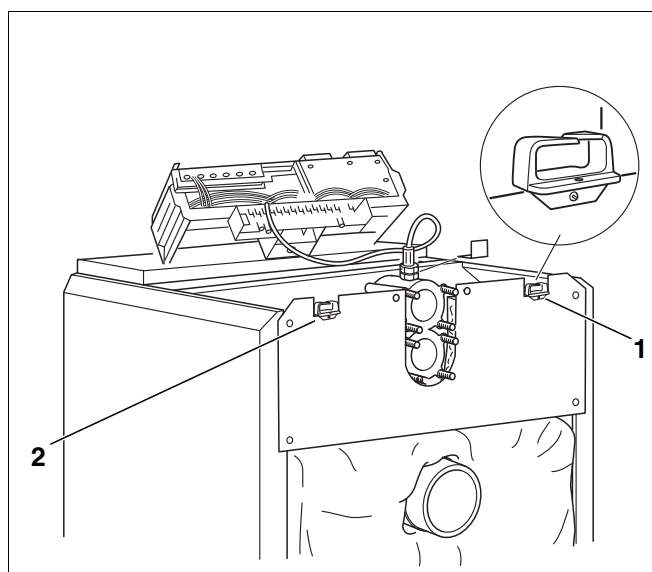

Fig. 46 Branchement électrique
- Visser le chemin de câbles (fig. 46, [1] et [2]) à gauche ou à droite sur la paroi arrière de la chaudière.